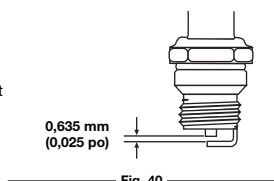

Fig. 40
1. Arrêtez le moteur et laissez-le refroidir. Retirez les six (6) vis à l'arrière de la couverture du moteur avec un tournevis plat ou un tournevis Torx T-25 (Fig. 40).
4. Remplacez toute bougie fendillée, encrassée ou sale. Réglez l'écartement à 0,635 mm (0,025 po) à l'aide d'une jauge d'épaisseur (Fig. 40).